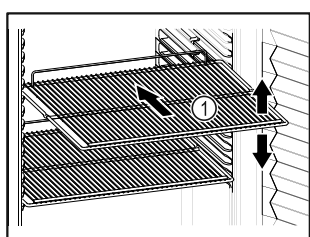

Fig. 48 Reprezentare exemplificativă
- Dacă grătarele tip poliță Fig. 48 (1) pot fi mutate, adaptați-le în funcție de înălțime.